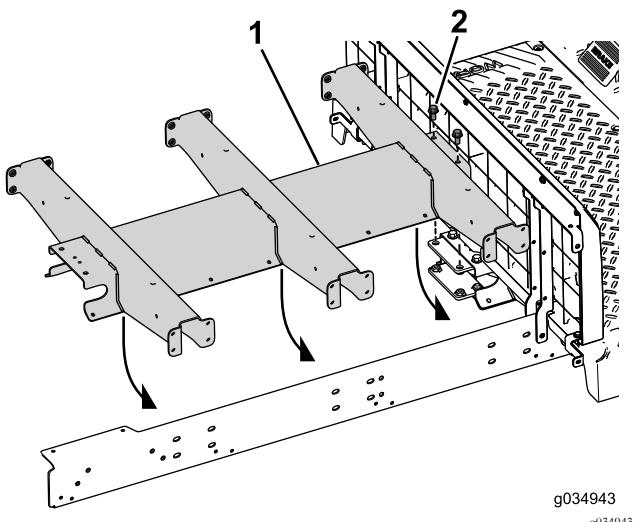

図 24
4. センターチャネルと後マウントに、ボルト3/8 x 3/4インチ2本を通す図24。